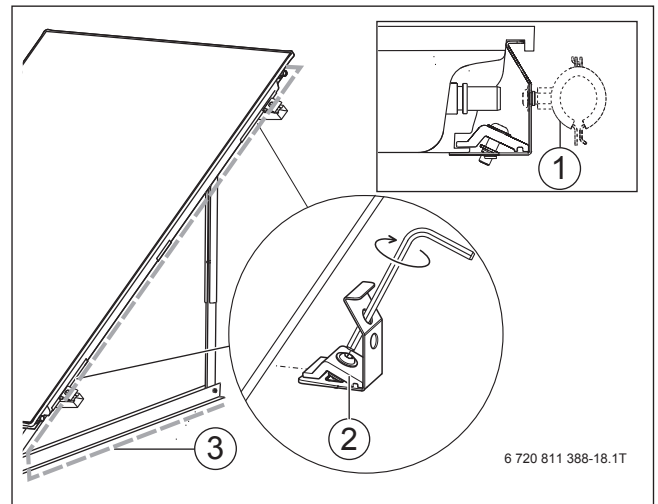

Bild 215 Leitungsführung Kollektorvorlauf
- ▶ Vorlaufleitung parallel zum Kollektor führen (→ Bild 215).